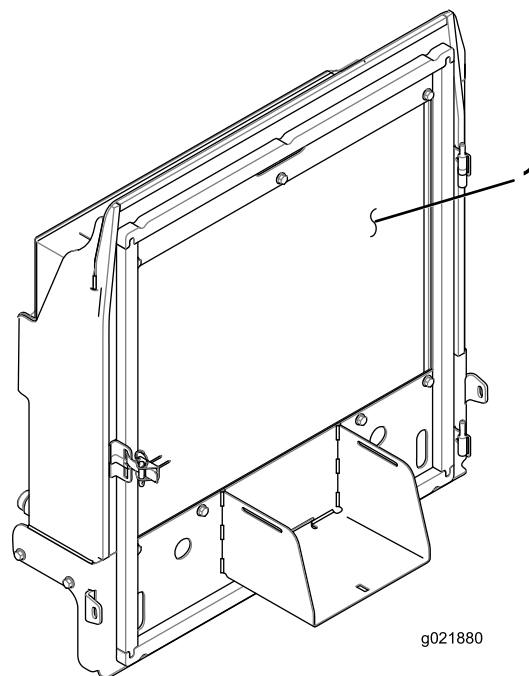

Figura 95
4. Limpe bem ambos os lados do radiador com ar comprimido (Figura 95).